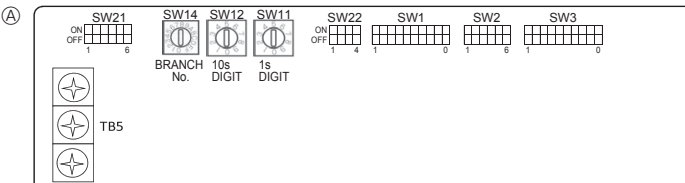

Fig. 4-6
4.5. ที่อยู่การตั้งค่า (Fig. 4-6)
- ① วิธีการตั้งค่าที่อยู่
- ② วิธีการตั้งค่าหมายเลขแยกสาย SW14 (ซีรีย R2 เท่านั้น)
- ④ แผงควบคุม
4.6. เปลี่ยนการตั้งค่าความสูงของเพดาน หรือเปลี่ยนหมายเลขของช่องระบายอากาศ (Fig. 4-6)
4.7. วัดอุณหภูมิภายในห้องโดยใช้เซ็นเซอร์ที่ติดตั้งอยู่ในตัวรีโมทคอนโทรล (Fig. 4-6)